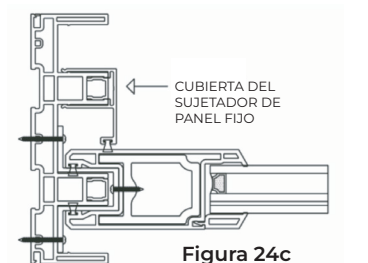

Figura 24c
3. **Encaje** a presión la cubierta del sujetador de panel fijo (pieza 16) en su lugar para cubrir el canal abierto del marco (figura 24c).